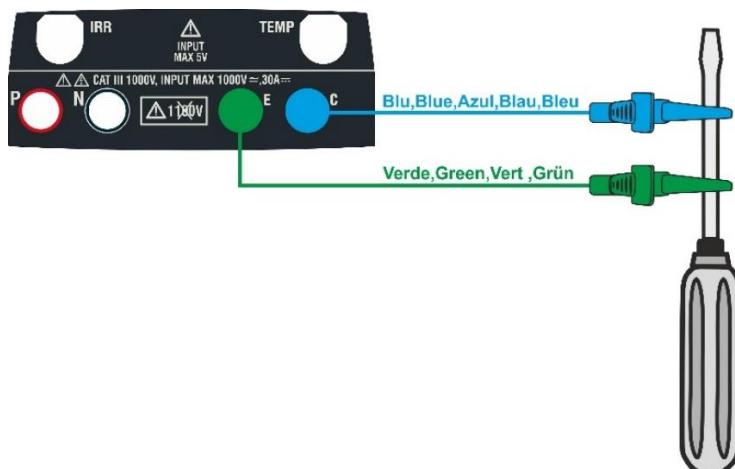

Fig. 5: Compensation de la résistance des câbles de mesure
- Connectez les câbles de mesure entre eux comme indiqué dans Fig. 5